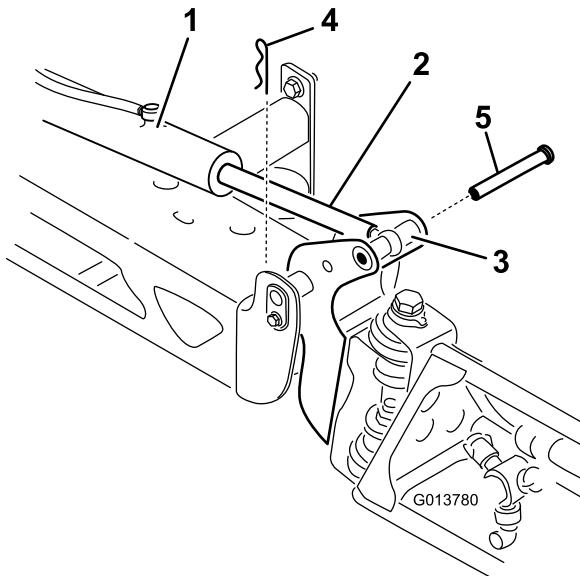

Figure 118
2. Retirez la goupille fendue de l'axe de pivot (Figure 118).
3. Élevez la rampe et retirez l'axe (Figure 118), puis abaissez lentement la rampe au sol.
- 9. Tout en maintenant la rampe, insérez l'axe dans le pivot de rampe et la tige du vérin (Figure 118).